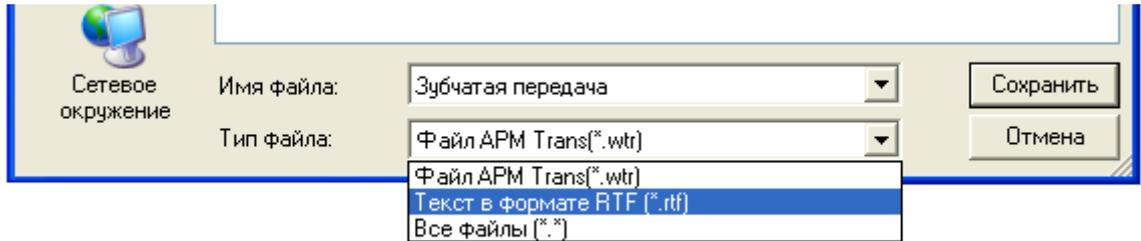

Рисунок 1.32
**Задание 8.** Сохраните полученные расчеты в программе **Microsoft Word** (рисунок 1.32) с расширением **RTF**.